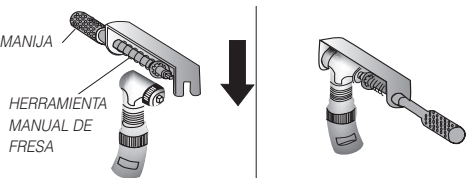

FIG.5
- Tire hacia atrás de la manija en la herramienta manual de fresa, StarDental Parte #203108, y deslice el extremo abierto de la herramienta sobre el cabezal del ángulo como se muestra en (Fig.5); suelte la manija con resorte y coloque el vástago de la herramienta dentro de la abertura que hay en la parte trasera del cabezal del ángulo.